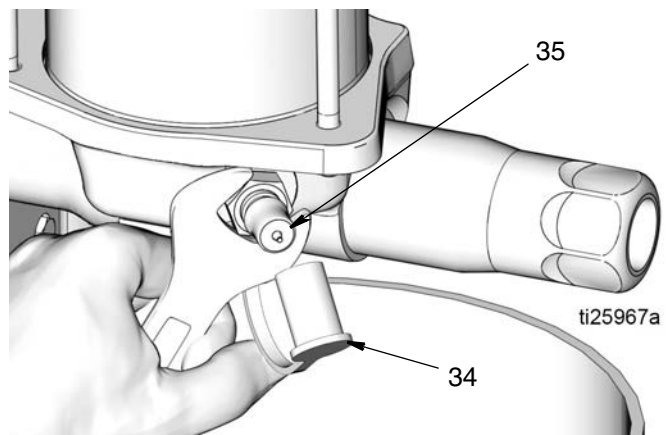

图 12
7. 卸下注入盖（34）：然后使用扳手松开并慢慢拆下注入柱（35）。（图 12）。